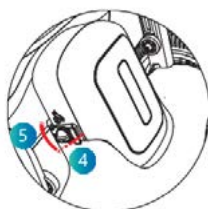

Figure 4.4.2.3
3. À l'étape 3, fermez manuellement la boucle gauche de la batterie et tournez le bouton gauche du boîtier de la batterie avec le bouton gauche en position verrouillée. (Comme indiqué sur la figure 4.4.2.3)